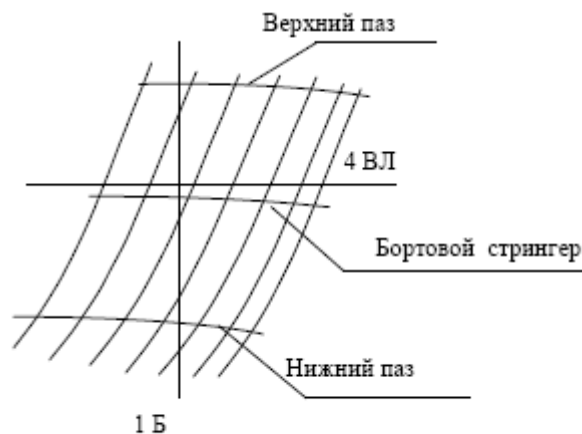

Рисунок 3
**Задача 4.** Определение формы и геометрических размеров лекал постели. Определите форму и размеры продольного лекала, лежащего в районе стрингера (рисунок 3) бортовой секции. Лекало расположить по нормали к среднему шпангоуту. Толщина наружной обшивки 12 мм.